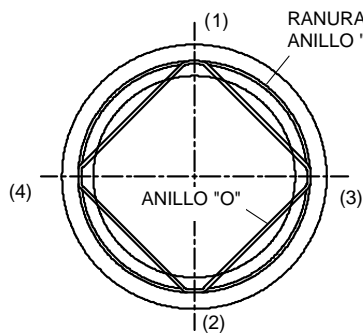

FIGURA 1
a. Empuje el anillo "O" dentro de la ranura en (4) pasos secuenciales como se muestra en la Figura 1.